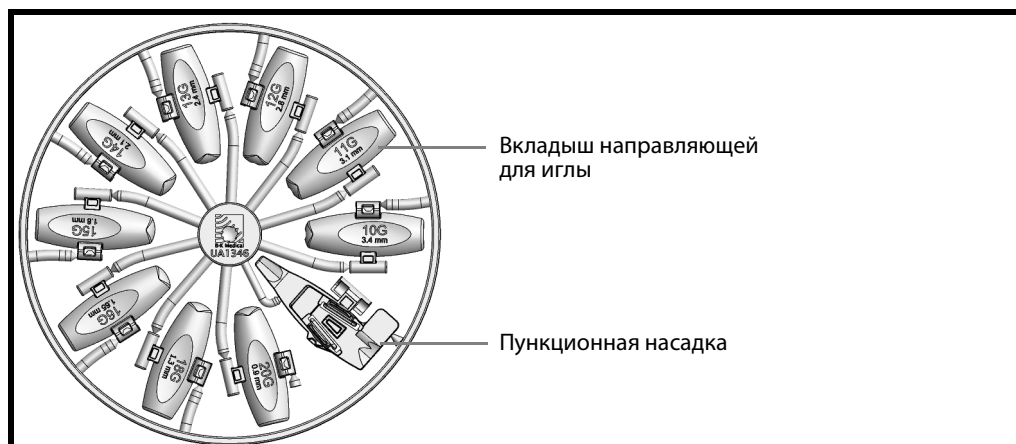

Рисунок 3. Подставка с направляющей для иглы UA1346 и вкладышами направляющей для иглы.
- 2 Выбрать направляющую для иглы и необходимый вкладыш направляющей для иглы, отделив их от подставки, см. Рис. 3.